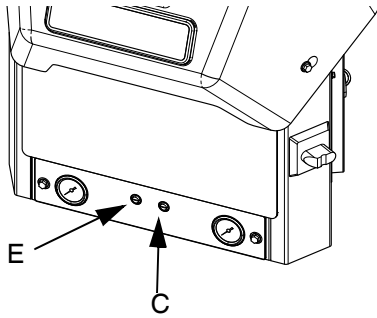

图 18
6. 使用真空输送气压调节器 (E) 将真空输送气压设定值调整至 40-100 磅 / 平方英寸 (280-690 千帕, 2.8-6.9 巴)。建议设置为 60 磅 / 平方英寸 (414 千帕, 4.1 巴) 参见图 18。